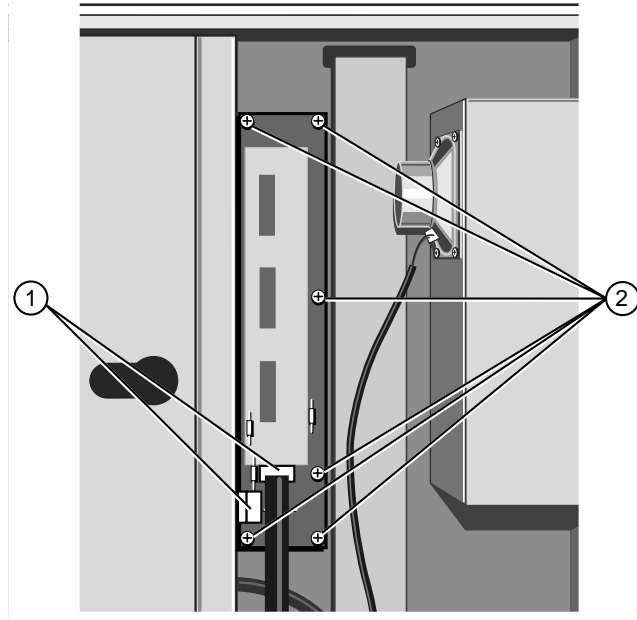

Abbildung 9-3 Stromverteilertafel des Schachtes für Laufwerke austauschbarer Speichermedien
3. Entfernen Sie dann die sechs Schrauben, die die Stromverteilerplatine an der zentralen Rückwand festhalten, und nehmen Sie die Platine heraus, wie in Abbildung 9.3 gezeigt wurde.
2. Schließen Sie die zwei Stromkabel an, wie in Abbildung 9.3 dargestellt.